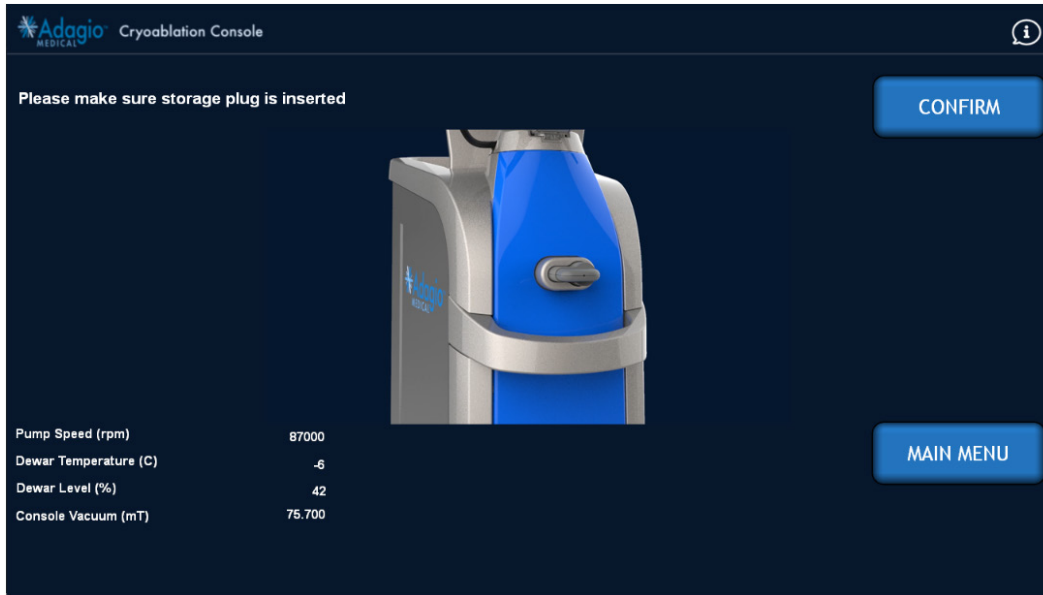

Abbildung 68 – Bildschirmanzeige: Blindstecker einstecken
1. Im Hauptmenü (Abbildung 66) die Option „Prepare Console“ (Konsole vorbereiten) auswählen. Zu diesem Zeitpunkt muss der Blindstecker eingesteckt werden (Abbildung 68). Befindet sich der Blindstecker an Ort und Stelle, auf „CONFIRM“ (Bestätigen) drücken.